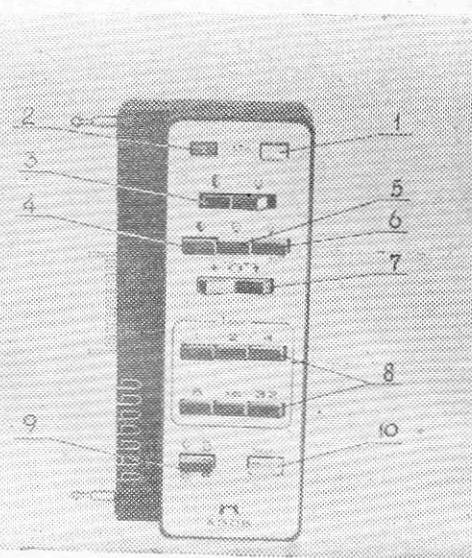

Рис. 6. Панель пульта управления:
Органы управления фотоувеличителя показаны на рис. 6.
- 7.2. Установите органы управления фотоувеличителя (см. рис. 6) в исходные положения:
- 7.5. Нажмите кнопку 1 (рис. 6), отключите фотоувеличитель от сети.